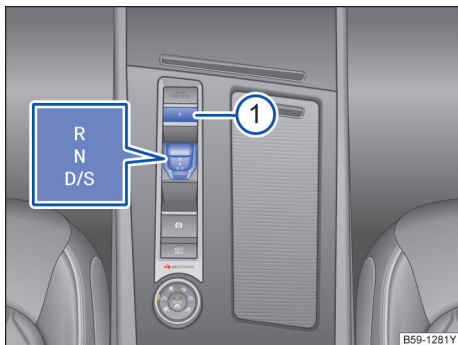

图 131 带锁止按钮（箭头所示）的自动变速箱换挡拨片
- 要切换自动变速箱模式，请向前或向后拨动换挡拨片→图 131。然后，换挡拨片始终返回至中间位置。
- 按下 **P** 键选择 **P** 模式→图 131 ①。
如需要挂入，按压 **P** 挡按键→图 131 ①。如需挂出 **P** 挡，必须踩下制动踏板的同时推动换挡拨片。
如需在行驶挡 **D** 和 **S** 之间切换，向后拨动换挡拨片，可进行一次模式切换→图 131。